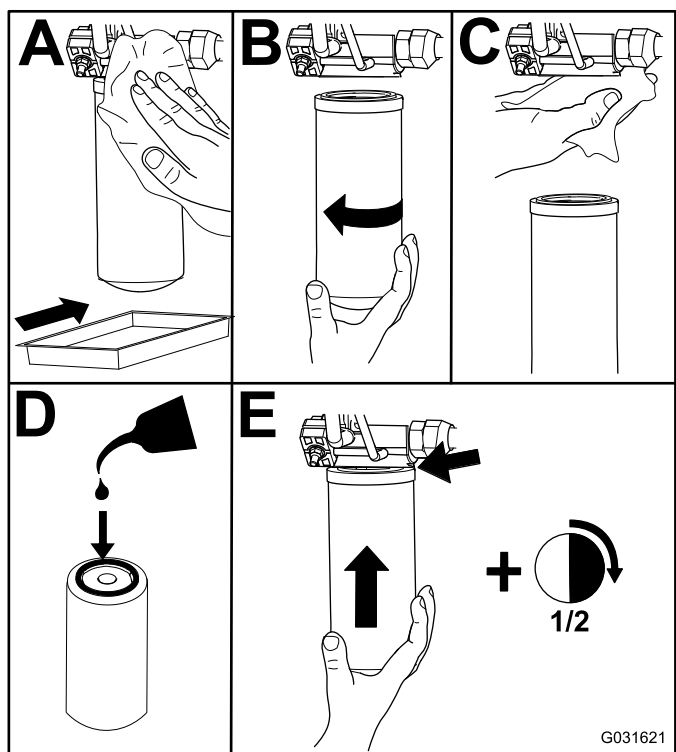

Figura 84
2. Sostituite i filtri idraulici (Figura 84).